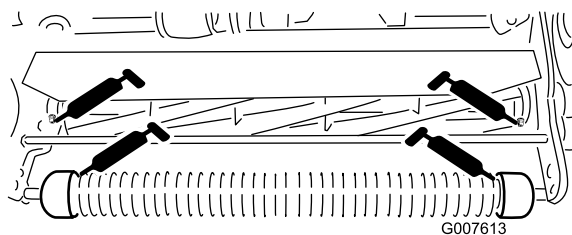

図 16
- ・ 前ローラ (2ヶ所) (図 16)
- ・ リール・ベアリング (2ヶ所) (図 16)